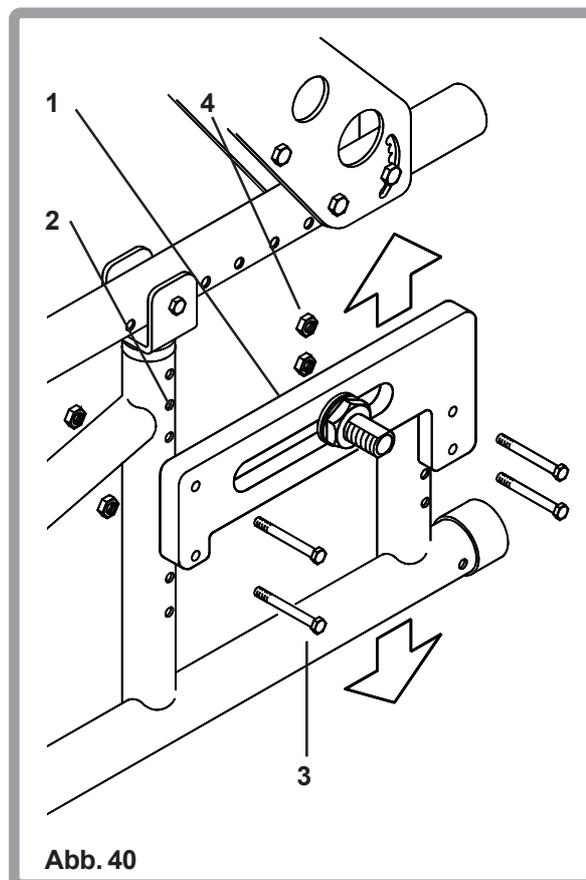

Abb. 40
Die Sitzhöhe (Abb. 40) kann verstellt werden, indem die Radhalteplatte (1) vertikal in die vorgebohrten Löcher (2) im Rahmen eingepasst wird. Auf diese Weise ist eine Anpassung innerhalb von 63 mm möglich. Für die Verstellung lösen Sie die vier Schrauben (3) und Muttern (4) und positionieren Sie die Radhalteplatte in der gewünschten Höhe.